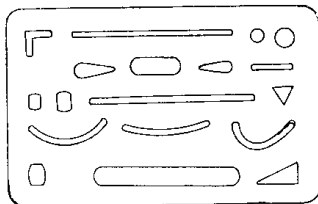

图 1-18 擦图片
3. 其它用品尚有擦图用的橡皮（塑料橡皮较好用）、擦图片（图1-18），使用时，把适当的缺口对准要擦的线条，这样擦不致影响其它相邻的线条。削铅笔用的小刀、胶带纸，上墨线图时要用描图纸、绘图墨水、绘图小笔杆和笔尖、双面薄刀片、101制图橡皮等。